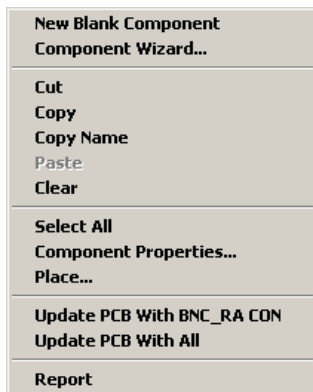

图 10.3 右键菜单
(3) 在“PCB Library”工作面板上方的“Mask”编辑框中输入“BNC*”，将所有名称前三个字母为“BNC”的 PCB 元件封装筛选出来。筛选结果将在“Components”列表中显示。
(4) 在“PCB Library”工作面板中的“Components”列表中的选择名为“BNC_RA CON”的 PCB 元件封装，单击鼠标右键，弹出如图 10.3 的右键菜单。